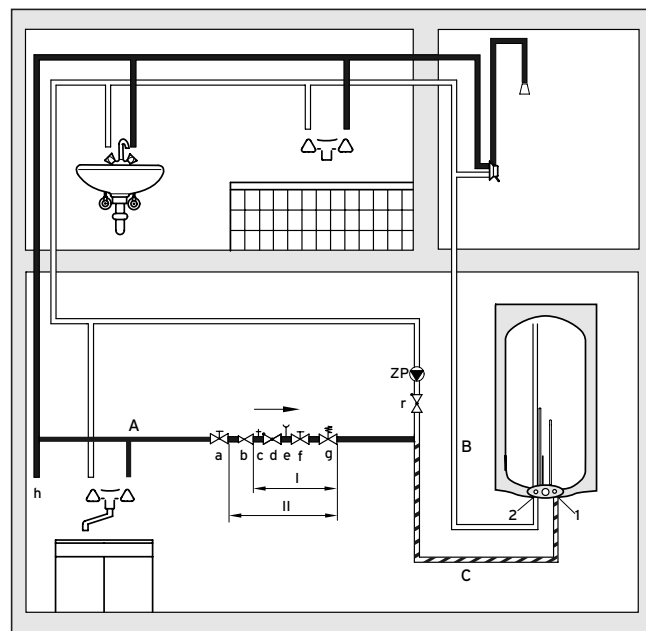

Fig. 4.4 Installationseksempel med varmtvandscirkulationsledning
Som vist på fig. 4.4 forbindes tappestederne ringformet fra varmtvandsstilslutningen (2) med et isoleret kobberør, så det sidste tappested igen er i nærheden af el-varmtvandsbeholderen. Bag dette tappested skal der tilsluttes en cirkulationspumpe (ZP). Via en kontraventil (r) forbindes denne med et T-stykke til koldt vandstilslutningen (1).